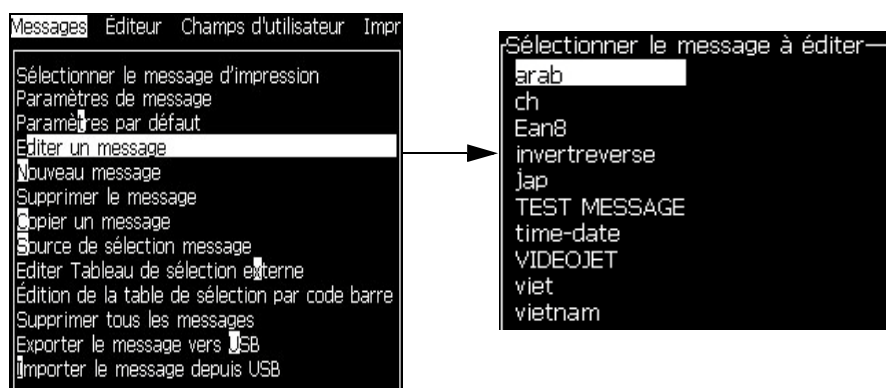

Figure 5-51 : Option Editer Message
- 2 Sélectionnez *Editer Message*. La boîte de dialogue *Sélection Message à Editer* apparaît. Voir Figure 5-51.